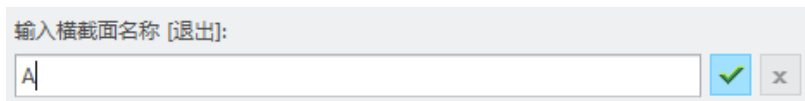

图 8-28 输入截面名称
(6) 在“横截面创建”菜单中选择“平面”→“单一”→“完成”命令。
(7) 输入截面名称为“A”，如图 8-28 所示，单击 （接受）按钮。